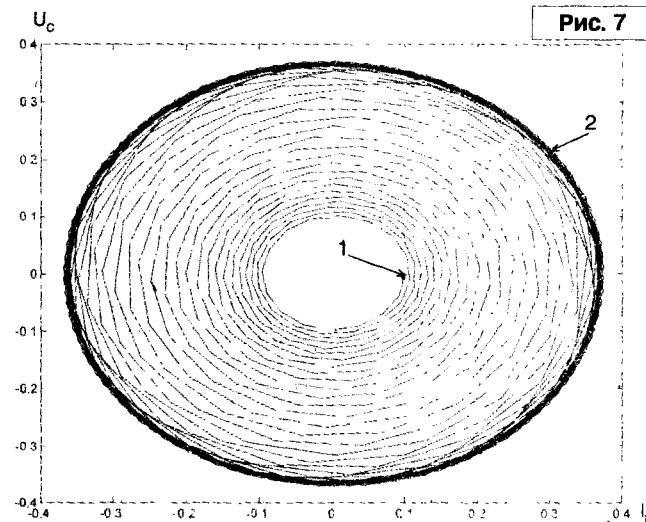
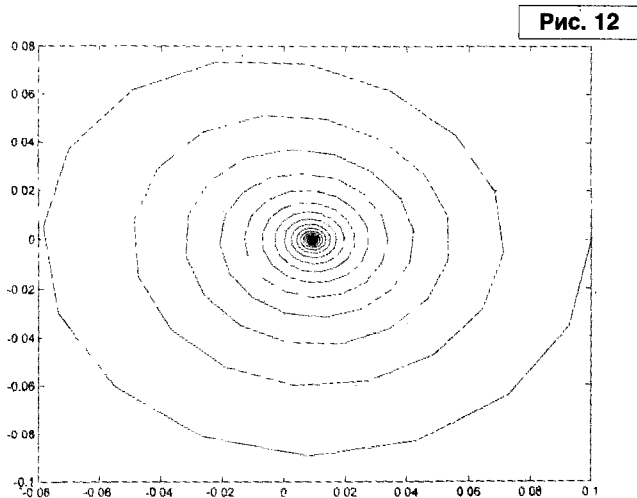

Рис. 7
Рис. 12
Рис. 7 иллюстрирует взаимную зависимость тока через индуктивность $I_L(t)$ и напряжение на конденсаторе. То есть по сути приведен график функции
На рис. 7 (1) соответствует начальным условиям – это точка с координатами ($I_L(t=0)$, $U_C(t=0)$). От этой точки начинается “раскручиваться” фазовая траектория генератора. Спираль внутри эллипса соответствует процессу нарастающих колебаний.
Рис. 12 представляет те же зависимости, что и рис. 7. Однако теперь генерации нет, колебания затухают (спираль графика скручивается в точку).